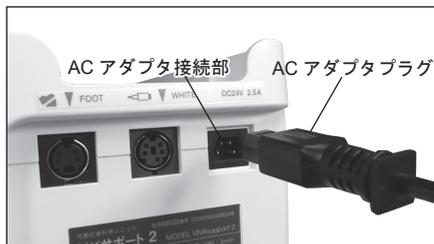

図 16
- 1) コントロールユニット背面にある AC アダプタ接続部に AC アダプタプラグの形状を合わせて挿し込みます。(図 16)